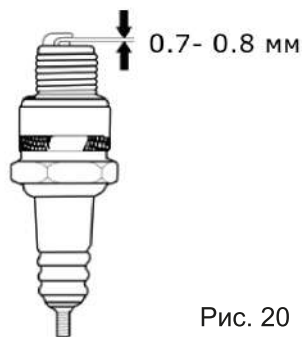

Рис. 20
5. Проверьте зазор между электродами свечи зажигания. Он должен составлять 0.7-0.8мм (Рис. 20). При необходимости отрегулируйте зазор.